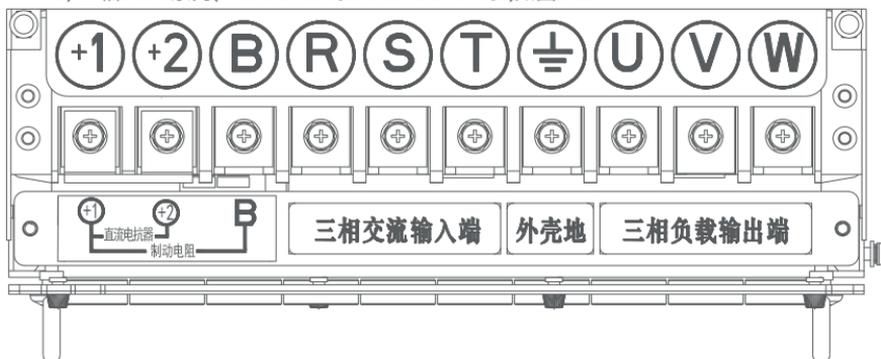

图5-2-4 主回路端子NVF3G-55QZ~NVF3G-90QZ
d) 三相380V系列(NVF3G-55QZ~NVF3G-90QZ)如图5-2-4